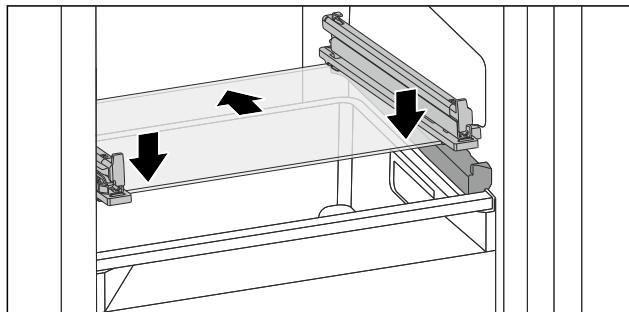

Fig. 74 Glasplatte des abklappbaren Schubfachs
- Glasplatte schräg hinter den Stopfern aufsetzen. (siehe Fig. 74)